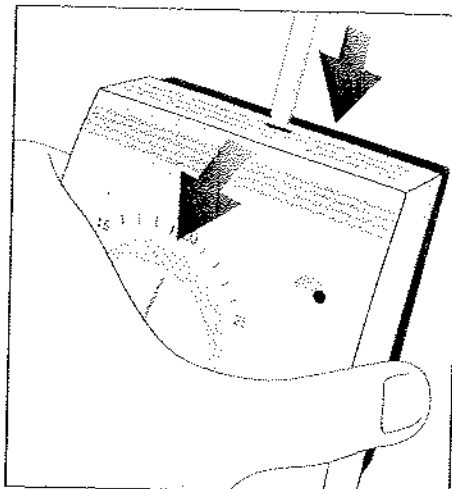
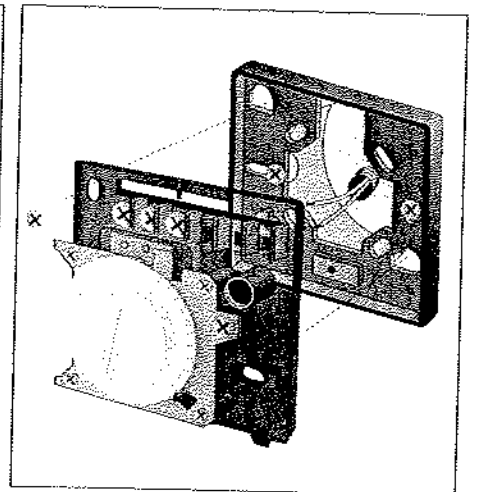
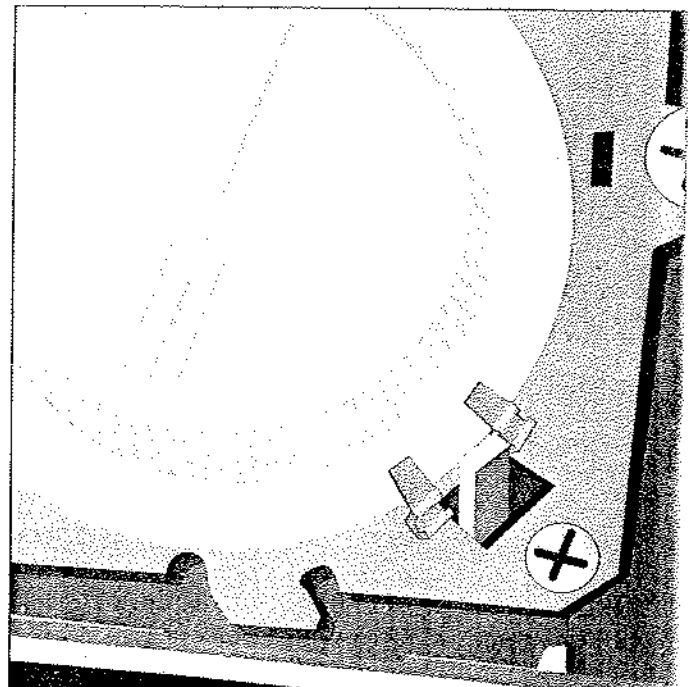

fig.8 - εικ.8
fig.9 - εικ.9
fig.15 - εικ.15
Separar a base da tampa fazendo pressão no dente de encaixe. (fig.8)
Posicione o manipulo correspondentemente ao valor desejado de temperatura, então separe a base da tampa pressionando sobre o apropriado dente de trava. (fig.8) Introduzir os dois acessórios apropriados (ver o capítulo "acessórios sob pedido"), nos lados da trava metálica, de forma a impedir o movimento do manipulo (fig.15); recolocar a tampa no aparelho.
- Separare la base dal coperchio del prodotto facendo pressione sull'apposito dente di aggancio (fig.8), quindi fissarla alla parete (o alla sottobase) utilizzando i fori a disposizione (fig.9) a mezzo viti con un diametro max 3,5mm.
- Remove the front cover from the thermostat base by releasing the provided clip (fig.8), then fix it to the wall (or to the sub-base fitting) through the provided holes (fig.9) and tighten it by means of suitable screws having max of 3,5 mm.
Posizionare la manopola in corrispondenza del valore di temperatura desiderato, quindi separare la base dal coperchio facendo pressione sull'apposito dente di aggancio. (fig.8) Inserire i due appositi accessori (vedere capitolo "Accessori a richiesta"), ai lati del fermo metallico, in modo da impedire il movimento della manopola (fig.15); riposizionare il coperchio sul prodotto.